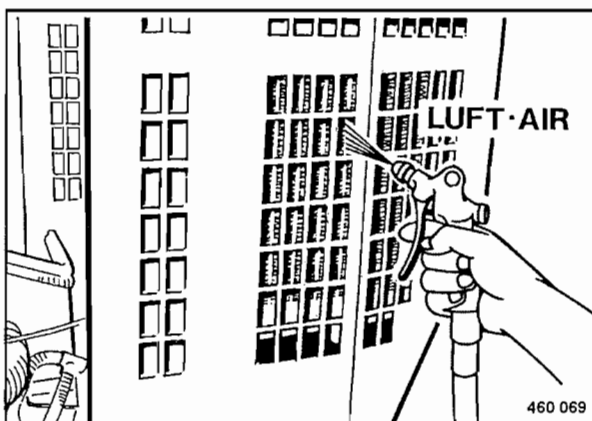

Fig. 105
- Limpiar el radiador del aceite (Fig. 105) soplando primero desde el lado del aire de salida.